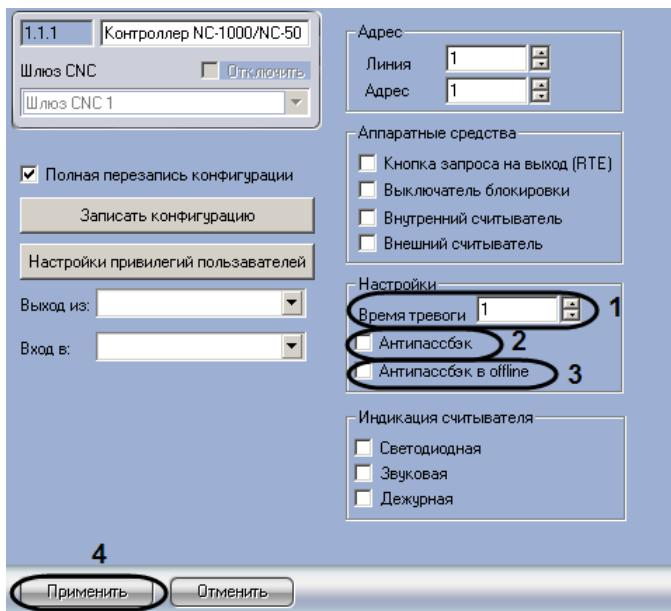

Рис. 3.4—4 Настройка режима работы контроллера
1. Перейти на панель настроек объекта **Контроллер NC-1000/NC-5000**, соответствующего требуемому контроллеру (Рис. 3.4—4).
2. В поле **Время тревоги** (см. Рис. 3.4—4, 1) ввести с помощью кнопок **вверх-вниз** время в секундах, в течение которого длится тревога.
3. Установить флажок **Антиспассбэк** для включения режима контроля двойного прохода через данную точку (см. Рис. 3.4—4, 2).
4. Установить флажок **Антиспассбэк в offline** для включения режима запрета двойного прохода через данную точку при отсутствии связи между контроллером и Сервером Интеллект (см. Рис. 3.4—4, 3). Флажок **Антиспассбэк** (см. Рис. 3.4—4, 2) также должен быть установлен.